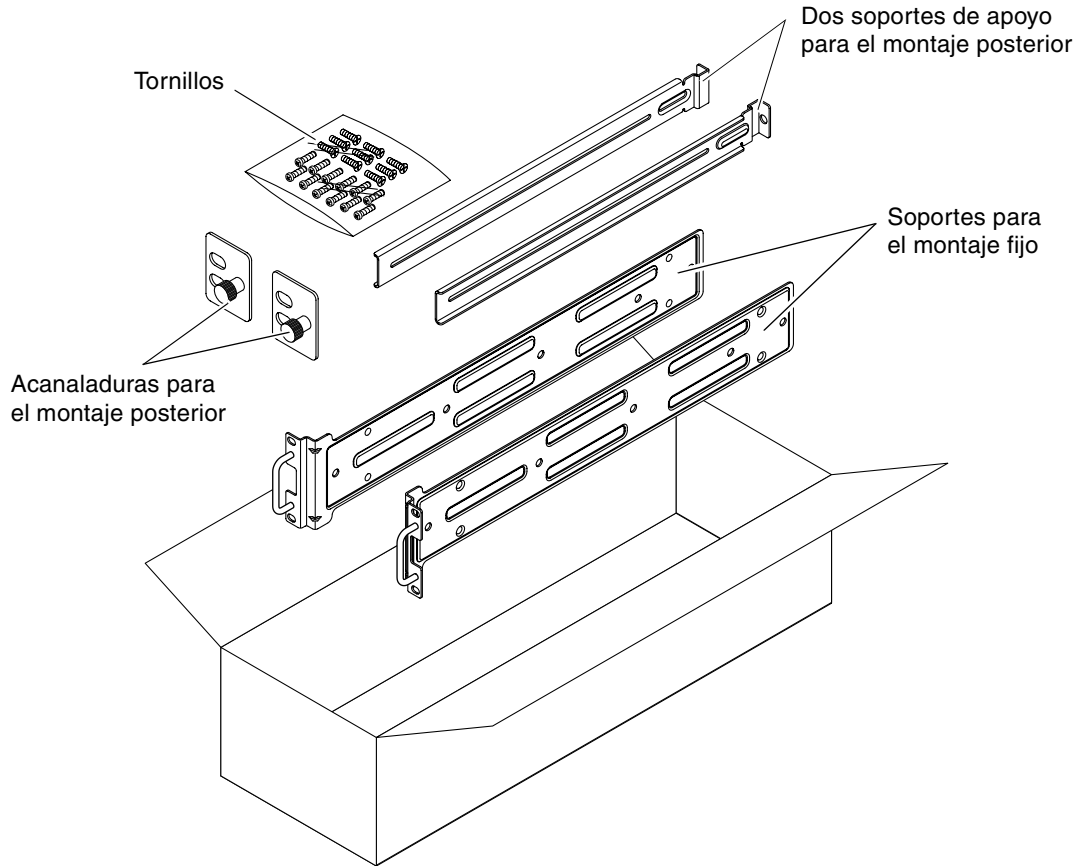

FIGURA 3-1 Contenido del kit de montaje fijo de 19 pulgadas de 4 postes
1. Saque los soportes de montaje fijo del kit del bastidor (FIGURA 3-1).
4. Saque los dos soportes de apoyo de montaje posterior del kit del bastidor (FIGURA 3-1).
8. Saque las dos acanaladuras de montaje posterior del kit del bastidor (FIGURA 3-1).
También necesita los soportes de montaje fijo del kit estándar de montaje en el bastidor que se suministra con el servidor Netra 240 (FIGURA 3-1).
1. Saque los soportes de montaje fijo y los tornillos Phillips de cabeza plana M5 × 8 mm del kit del bastidor estándar (FIGURA 3-1).